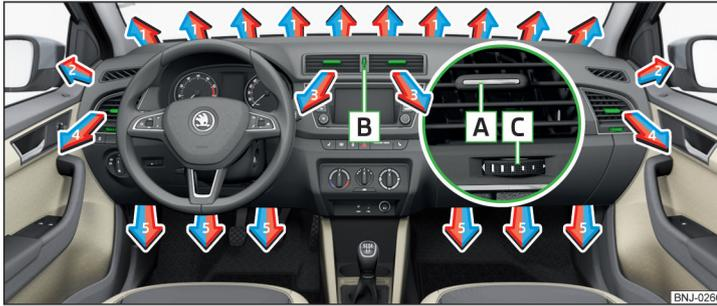

Abb. 113 Luftaustrittsdüsen
Bei den Luftaustrittsdüsen 3 und 4 » Abb. 113 kann die Luftströmungsrichtung geändert und die Düsen können auch einzeln geöffnet und geschlossen werden.
Die Einstellung der Luftstromrichtung erfolgt durch das Verschieben des Verstellelements **A** » Abb. 113 in gewünschter Richtung.
- › Den Regler **B** nach oben drehen » Abb. 113.
- › Den Regler **B** nach unten drehen » Abb. 113.
Richtung des Luftaustritts einstellen	Luftaustrittsdüsen » Abb. 113